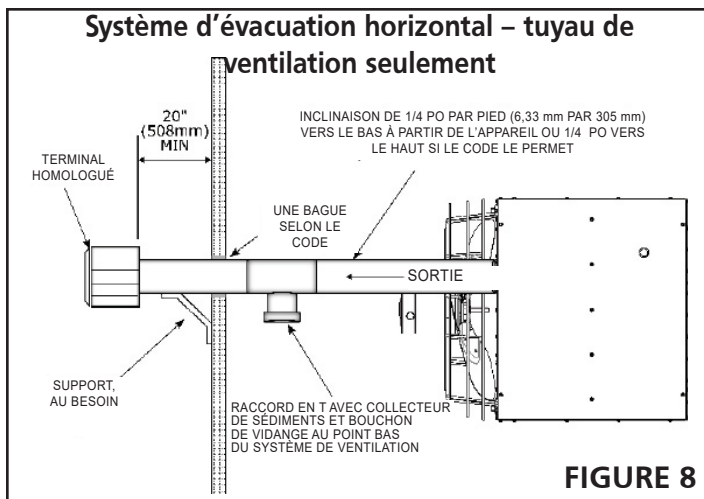

FIGURE 8
7. Reportez-vous aux Figures 8 et 9 pour les exigences relatives à la ventilation horizontale.